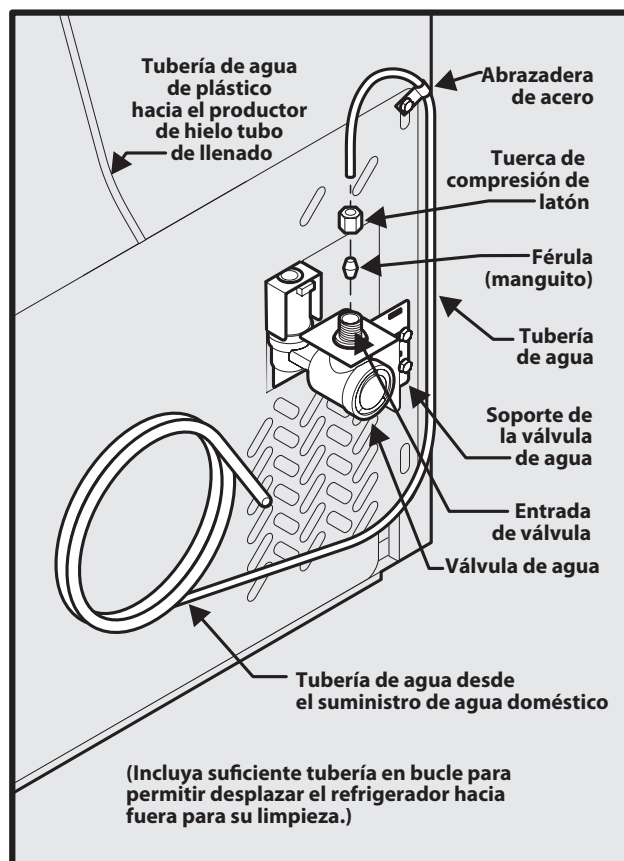

Figura 1
4. **Si usa tuberías de cobre:** deslice la tuerca de compresión de latón y luego la férula (manguito) en la tubería de suministro de agua. Empuje la tubería de suministro de agua hacia dentro de la entrada de la válvula de agua lo más posible ( $\frac{1}{4}$  de pulgada/6,4 mm). Deslice la férula (manguito) en la entrada de la válvula y apriete manualmente la tuerca de compresión en la válvula. Apriete otra media vuelta con una llave; NO apriete en exceso. Consulte la Figura 1.
**Si usa tuberías de acero inoxidable:** la tuerca y la férula ya están armadas en la tubería. Deslice la tuerca de compresión hacia dentro de la entrada de la válvula y apriete manualmente la tuerca de compresión sobre la válvula. Apriete otra media vuelta con una llave; NO apriete en exceso. Consulte la Figura 1.